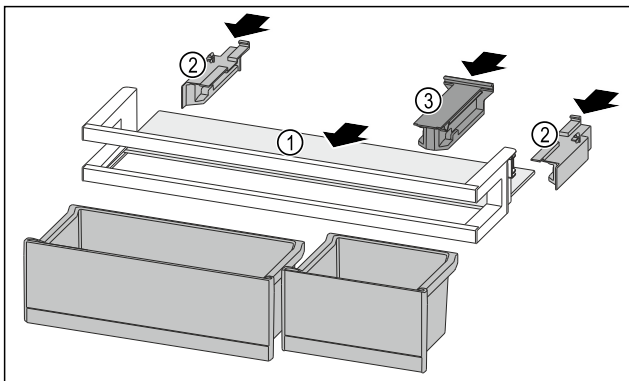

Fig. 95
- ▶ Draagplateau Fig. 95 (1) in de zijdelingse inkepingen schuiven.
- ▶ Zijdelen Fig. 95 (2) plaatsen.
- ▶ Bevestigingsdeel Fig. 95 (3) plaatsen.